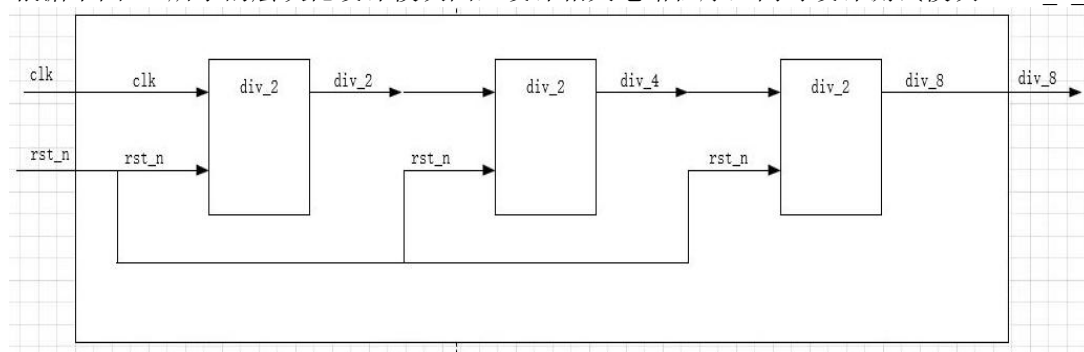

图 15 层次化设计模块图
14. 根据下图 15 所示的层次化设计模块图，设计相关电路程序，同时设计测试模块（div\_8\_tb）。